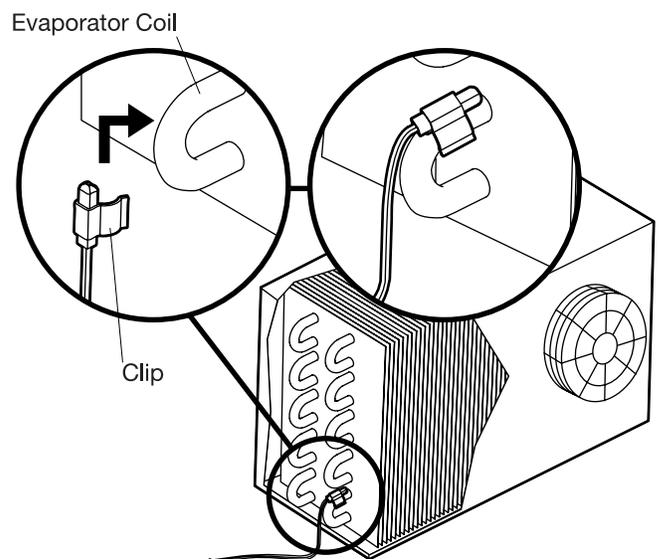

FIG. 6. Raccorder la sonde à thermistance au serpentin de l'évaporateur
- Pour les installations avec boîtier, couper le câble d'entrée de manière à adapter le raccordement à l'intérieur du boîtier, comme illustré à la FIG. 6.
- Utiliser l'attache fournie, comme illustré à la FIG. 6. Attacher la sonde à l'un des serpentins inférieurs, en position 10 h ou 2 h, en s'assurant du bon contact entre la sonde et le tube de l'évaporateur.